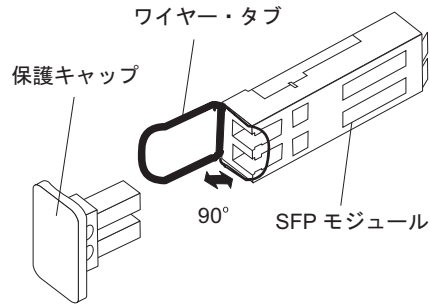

図 54. SFP モジュール・ラッチのアンロック - ワイヤー・タブの場合
- ワイヤー・タブが入っている SFP モジュールの場合は、89 ページの図 54 に示されているように、ワイヤー・ラッチを外側に 90° 引いて SFP モジュールのラッチをアンロックします。